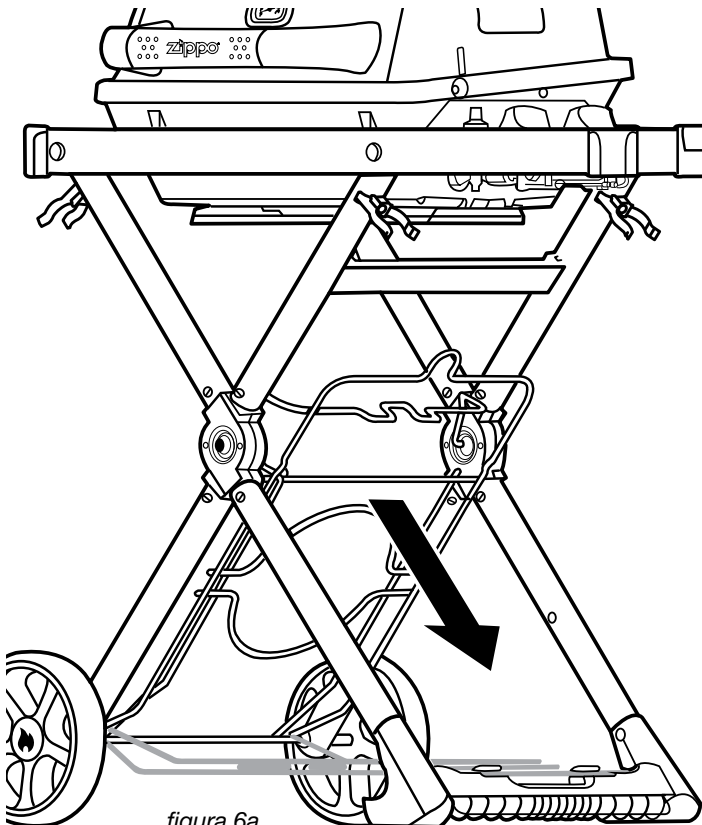
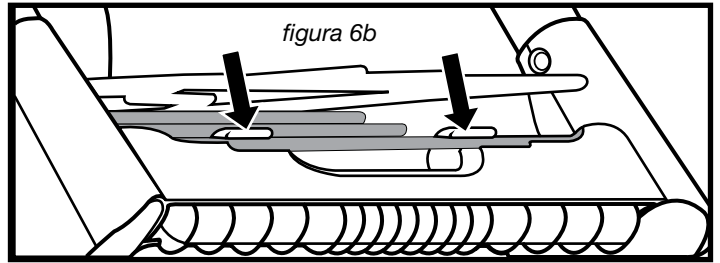

figura 6a
figura 6b
Bajar ③② a Ménsula de Soporte del Tanque como se muestra en la figura 6a. Luego trabar en ③⑤ la Manija/ Pie como muestra la figura 6b. **IMPORTANTE:** La Ménsula ③② de Soporte del Tanque debe ser usado siempre abajo para mantener estabilidad.